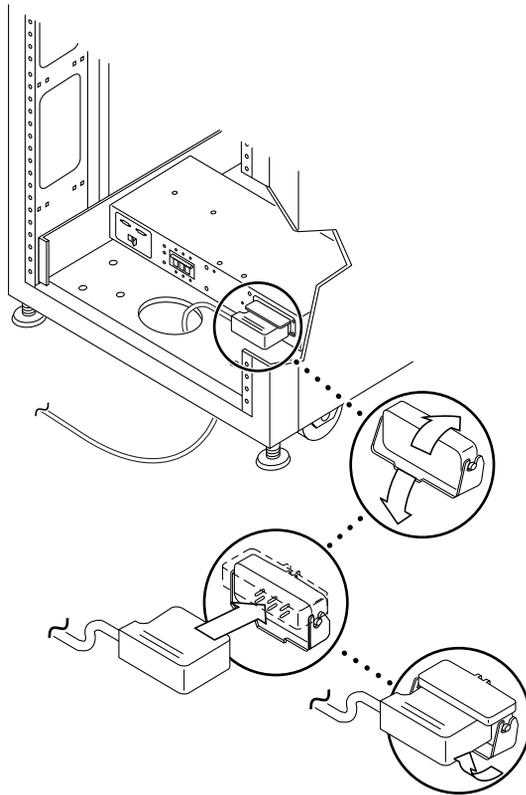

图 2-10 连接电源线
3. 将一根电源线的插座端连接到后电源序列发生器连接器。将另一根电源线的插座端连接到前电源序列发生器连接器（图 2-10）。